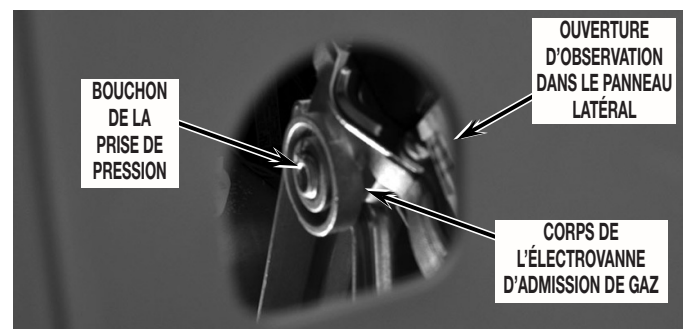

FIGURE 1
6. Observer à travers l'ouverture d'inspection dans le panneau latéral du côté droit; rechercher des indices de fuite (formation de bulles). Voir la Figure 1.